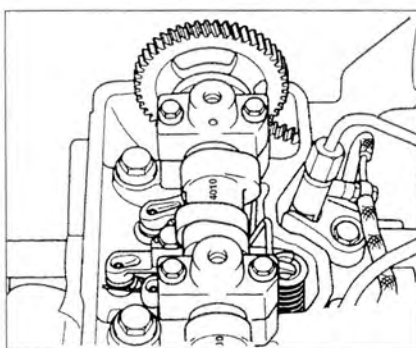

Рис. 4.19. Установите распределительный вал так, чтобы поршень 1-го цилиндра находился в ВМТ.
3. Установите распределительный вал так, чтобы поршень 1-го цилиндра находился в ВМТ (рис. 4.19).